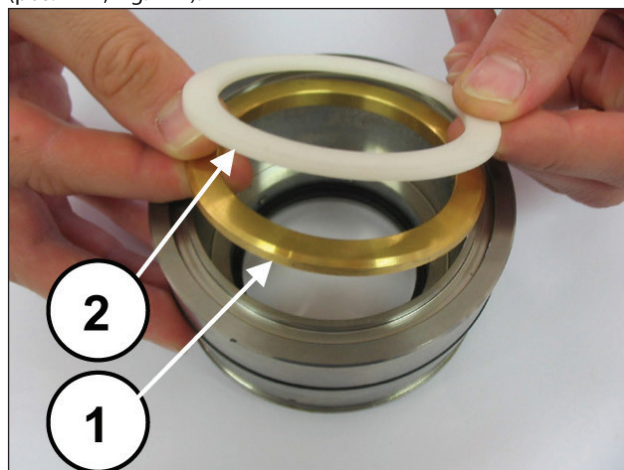
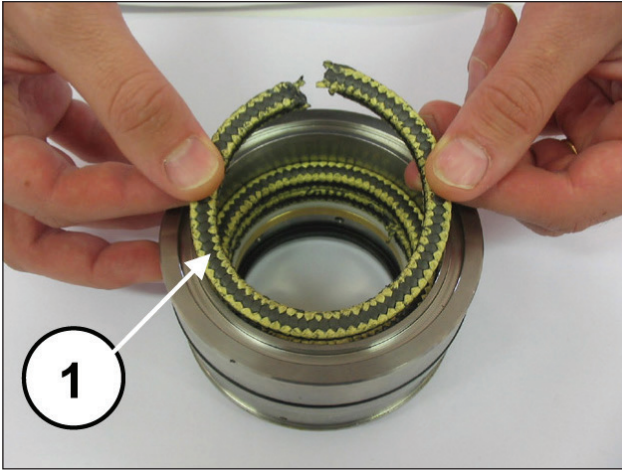
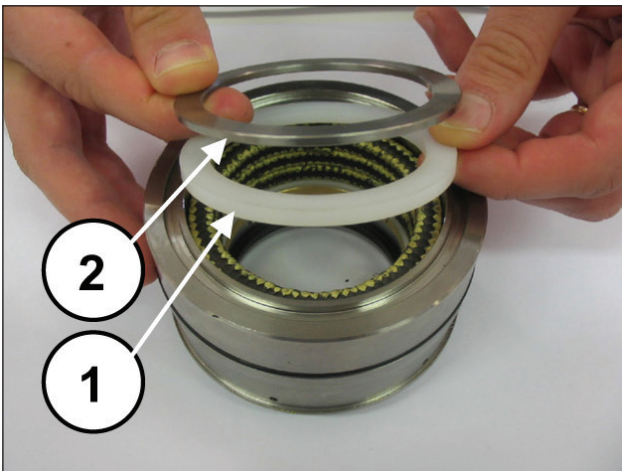

Fig. 170
Fig. 171
Fig. 172
Monte o anel de suporte e o anel anti-extrusão (pos. ① ②, Fig. 170), as três fitas isolantes, prestando atenção para que os entalhes se encontrem a 120° um do outro (pos. ①, Fig. 171), o anel de raspagem das fitas isolantes e o anel para mola (pos. ① ②, Fig. 172).